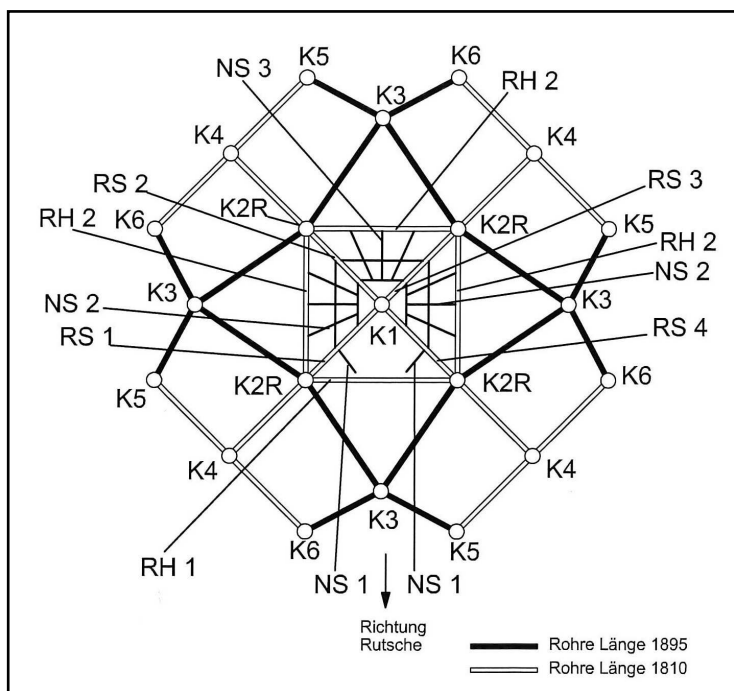
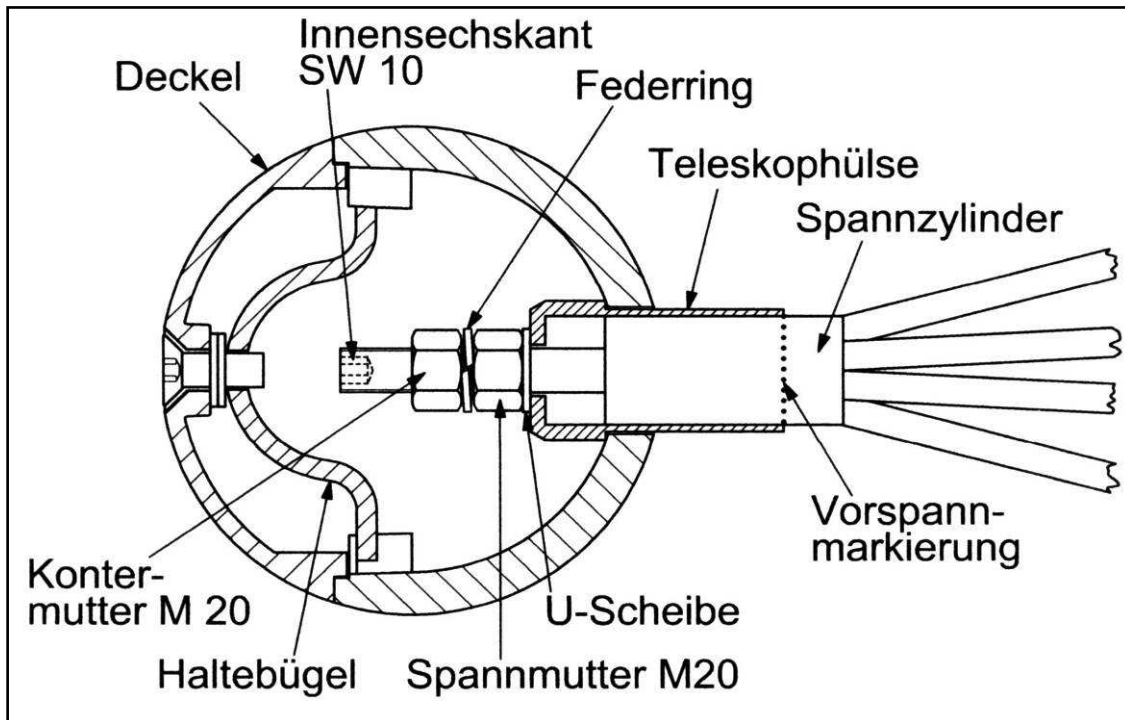

Abbildung 4 Draufsicht
Abbildung 7
Zur problemlosen Montage sind eine ca. 3 m und eine ca. 5 m lange Bockleiter erforderlich. Die konstruktive Anordnung der Gerüstrohre und Kugelknoten ist aus **Abbildung 3** und **Abbildung 4** ersichtlich. Die auf den Knoten eingeschlagene Kennziffer (**K2R – K6**) zeigt immer zur Gerätespitze.
Der Verschlag mit dem Raumnetz ist in das Gerüstinnere, senkrecht unter die Gerüstspitze zu transportieren. Die am Raumnetz gekennzeichneten **4 Eckpunkte (2x „K2R“ und 2x „K2R Rutschenseite“)** sind jetzt unter Zuhilfenahme des angeknüpften Montageseiles zu den **Hohlkugeln K2R** hochzuziehen und mit der Spannmutter zu montieren. Dabei wird der Spannzylinder mit dem Gewindebolzen M20 in die Teleskophülse geschoben und von innen mit der Spannmutter M20 SW32 zunächst nur mit ca. 5 Gewindegängen gefasst (**Abb. 7**). **Es ist dabei unbedingt darauf zu achten, dass die zwei markierten Eckpunkte „K2R Rutschenseite“ mit den Hohlkugeln K2R verbunden werden, zwischen denen das Rohr RH1 liegt (siehe Abbildung 4) und nachher die Rutsche angeschlossen werden soll.** Das Raumnetz ist jetzt dem Verschlag gänzlich zu entnehmen
Danach folgen die Spannschrauben M20 SW30 der Knoten **K5** und **K6**, die über die Gabel-Augenschraubenverbindungen die Spannseile mit aufnehmen (**Abb. 6**). Danach werden die Spannsysteme an den **Knoten K3** und zuletzt die der **Knoten K4** sinngemäß wie an **K2R** montiert (**Abb. 7**).
Das Spannen beginnt an den Knoten **K5** und **K6** und erfolgt über die Spannmutter M20 SW30. An diesen Punkten sind die Spannschrauben soweit anzuziehen, dass die im Werk voreingestellte Kontermutter (**Abb. 6**) gegen den Knoten fest zum Anliegen kommt. Das weitere Spannen erfolgt an den Knoten **K2R**, **K2R Rutschenseite**, **K3** und **K4**. Hier wird über die Spannmutter M20 mit dem mitgelieferten Spezialsteckschlüssel SW32 **bis zur Vorspannmarkierung gespannt** (**Abb. 7**). Das Raumnetz muss letztlich unter guter gleichmäßig starker Spannung stehen.
Nach dem Spannen sind die Spannmutter an allen **Knoten K2R, K3 und K4** mit den mitgelieferten Kontermutter M20 SW32 samt Federring zu kontern. **Zum Festziehen der Kontermutter kann am Gewindebolzen M20 mit einem Innensechskantschlüssel SW 10 gegen gehalten werden (Abb. 7).**
An den **Knoten K5 und K6** sind die Kontermutter SW30 (**Abb. 6**) noch einmal auf festen Sitz zu überprüfen. Zuletzt sind sämtliche Knoten **K1 – K6** zu verschließen, indem diese mit den vorbereiteten Deckeln über eine Bügelverschraubung verschraubt werden (**Abb. 7**). Achten Sie dabei bitte darauf die Deckel gleichmäßig zu platzieren, so dass unser Firmenlogo lesbar ist. Vielen Dank.
- Ein erstes Nachspannen ist bereits nach ein bis zwei Wochen Betriebssituation vorzunehmen. Das Nachspannen erfolgt über die Spannmutter M 20 in den Hohlkugeln. Zuerst wird an den **Kugeln K5** und **K6** nachgespannt. Nach Entfernen des Deckels mittels eines Innensechskantschlüssels Größe 10 und Lösen der außen an der Hohlkugel anliegenden Kontermutter M20 SW30 (**Abb. 6**) wird an der innen liegenden Spannmutter SW 30 mit einem Steckschlüssel nachgespannt. Die **Kontermuttern** sind nach dem Nachspannen unbedingt **wieder fest anzuziehen**. Das weitere Nachspannen erfolgt danach an den **Knoten K2R, K3** und **K4** und soll gleichmäßig vorgenommen werden. Hierbei wird nach dem Entfernen des Deckels die innen liegende Kontermutter M20 SW32 gelöst und an der Spannmutter M20 SW32 mit dem mitgelieferten Spezialsteckschlüssel, über die Vorspannmarkierung hinaus, nachgespannt. Nach dem Nachspannen sind die Spannmutter an den **Knoten K2R, K3** und **K4** unbedingt wieder mit den Kontermuttern zu **kontern**. **Achten Sie bitte auf die richtige Lage des Federringes zwischen den beiden Muttern. Zum Lösen und Festziehen der Spann- sowie der Kontermutter M20 SW32 kann an dem Gewindebolzen M20 mit einem Innensechskantschlüssel SW10 gegen gehalten werden (Abb. 7).** Abschließend werden die offenen Hohlkugeln wieder mit den Deckeln verschlossen. Achten Sie dabei bitte darauf die Deckel gleichmäßig zu platzieren, so dass unser Firmenlogo lesbar ist. Vielen Dank.